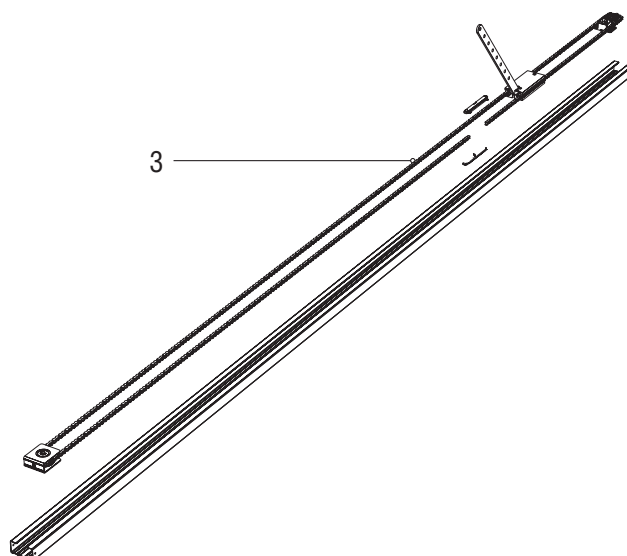

Рисунок 3
4. Достаньте цепь с механизмом каретки поз. 3 (рисунок 3).